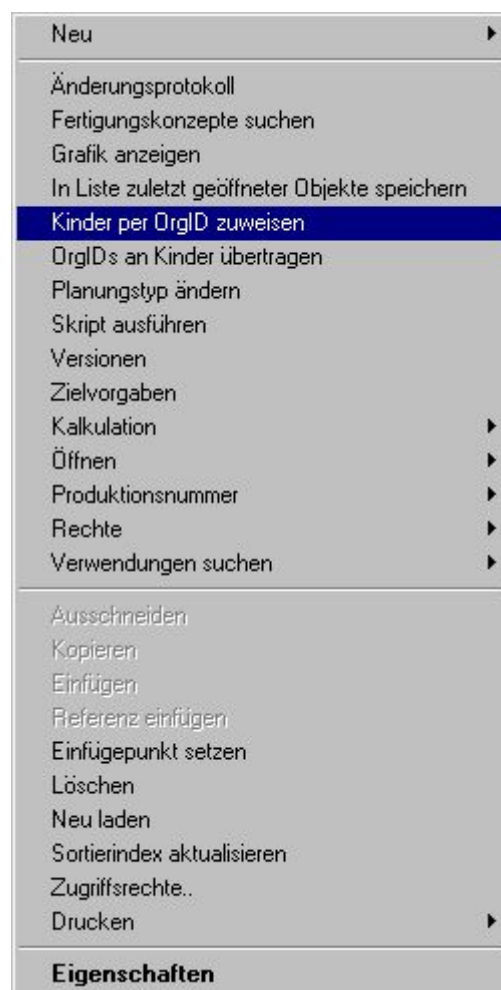

Abbildung 280: Kontextmenü – Kinder per Org. ID zuweisen
- Siehe auch: Abbildung 280.
- Siehe auch: Abbildung 280
Sieh auch: Abbildung 280.